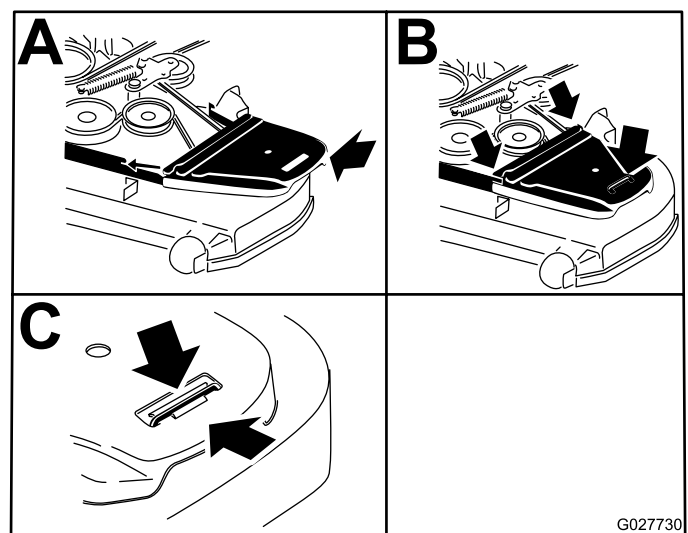

Figure 74
- Reposez les couvercles de courroies (Figure 74).